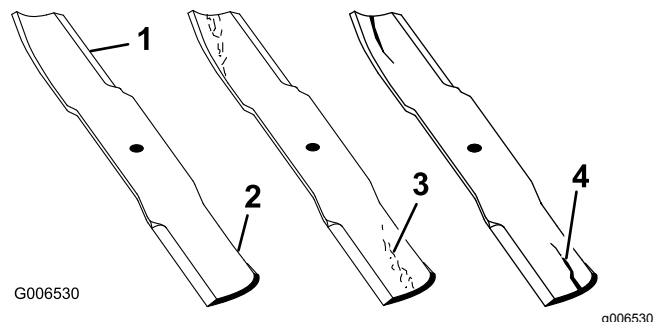

Figure 102
1. Examinez le tranchant des lames (Figure 102).
4. Remplacez immédiatement toute lame fendue, usée ou qui présente une entaille sur cette partie (Figure 102).